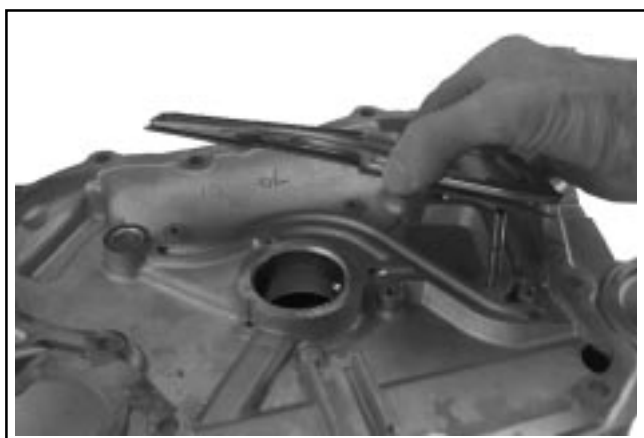

Figure 8-38. Dépose du couvercle du canal d'huile et du joint.
2. Retirer les six vis attachant le couvercle du canal d'huile à la plaque de fermeture. Retirer le couvercle et le joint. Voir la Figure 8-38.